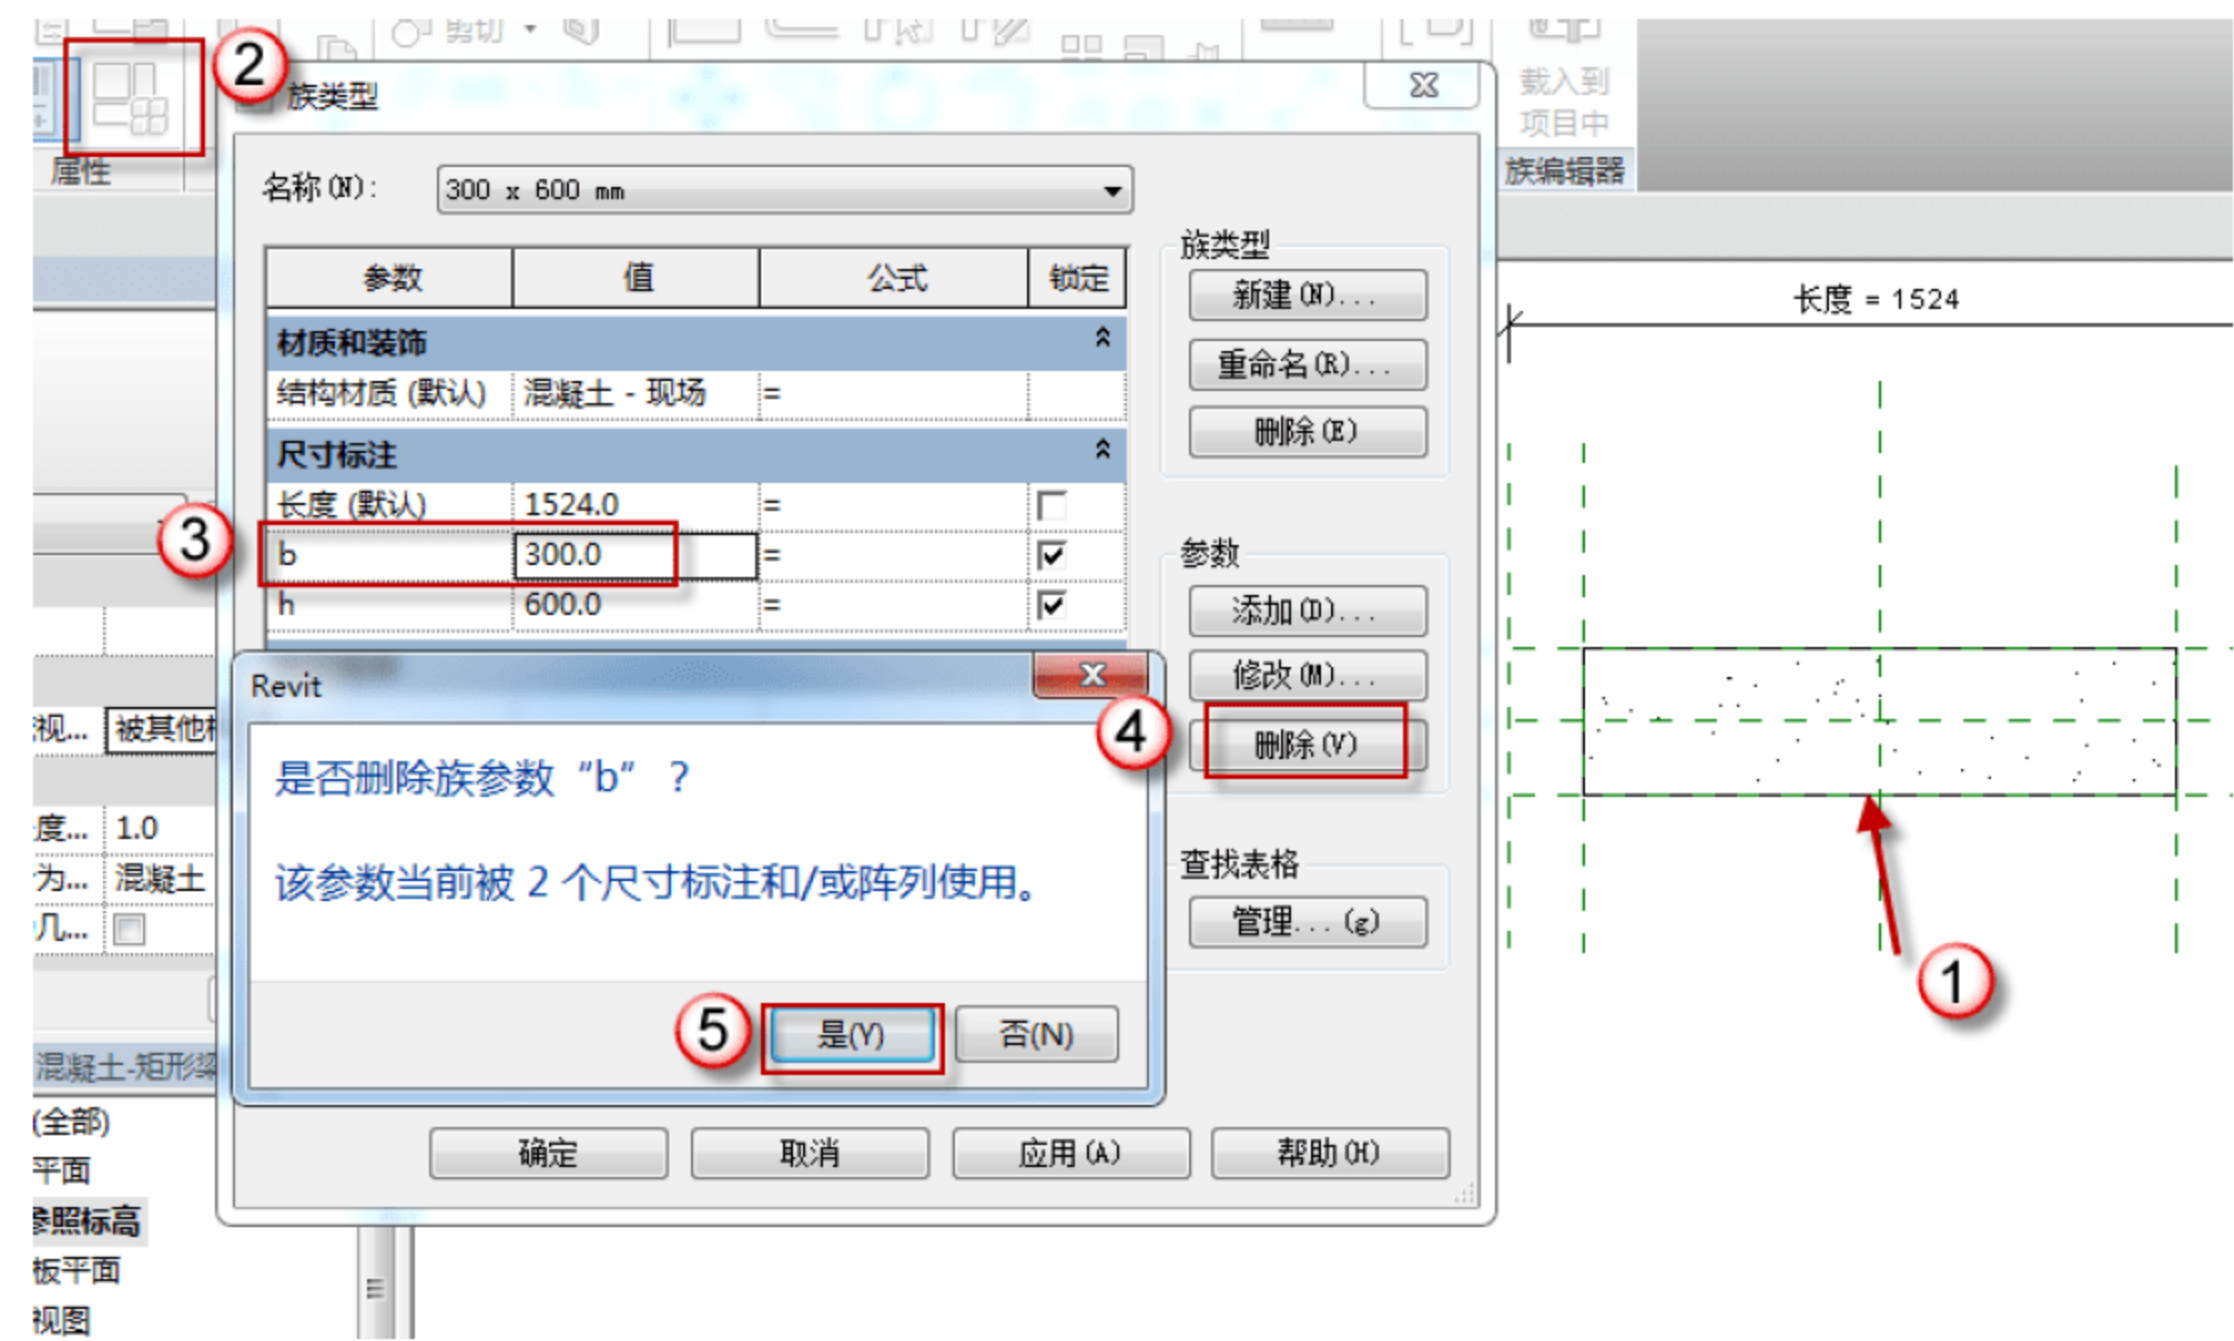

图 12.1.2 删除参数 b
(2) 删除参数 b。选择矩形梁，按快捷键 D+E，然后单击“族类型”按钮，进入“族类型”对话框，选择“尺寸标注”栏中的 b，单击“删除”按钮，在弹出的对话框中，单击“是”按钮，如图 12.1.2 所示。